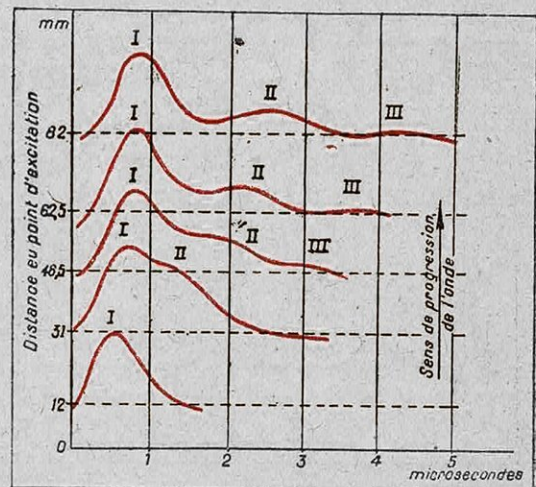
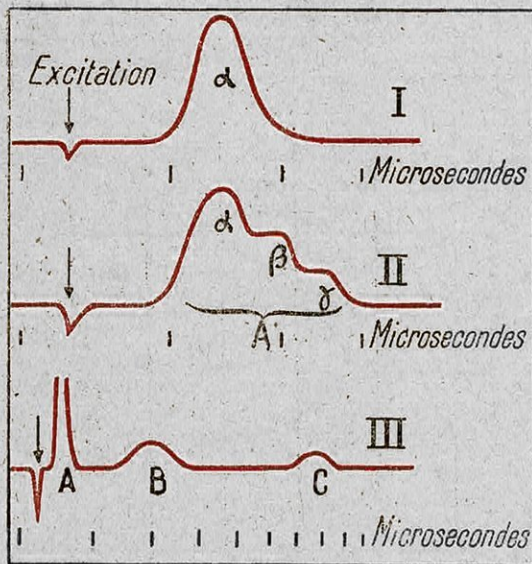

FIG. 3. — L'ONDE D'INFLUX NERVEUX SE DÉCOMPOSE EN PROGRESSANT LE LONG D'UN NERF
FIG. 4. — ONDES D'INFLUX NERVEUX PROVOQUÉES PAR DES EXCITATIONS DE PLUS EN PLUS FORTES
Grâce à cette technique, les physiologistes américains constatèrent que l'influx nerveux d'un nerf complexe comme le sciatique n'est pas simple comme on l'admettait, mais composé d'une succession d'ondes se propageant à des vitesses différentes. Quand les électrodes réceptrices sont appliquées très près des électrodes stimulantes, l'onde paraît simple et unique; si on recueille l'influx de plus en plus loin, on voit l'onde se décomposer en ondes secondaires de plus en plus distinctes, comme le montre la figure 3. Ils ont déterminé tous les caractères de ces ondes, leur amplitude, leur vitesse, leur durée, leur temps perdu (1), leur période réfractaire (2), l'intensité minimum nécessaire pour les déclencher; chaque onde présente à ce point de vue des caractéristiques différentes (fig. 4). On reconnaît ainsi trois groupes d'ondes dont le plus rapide lui-même se décompose